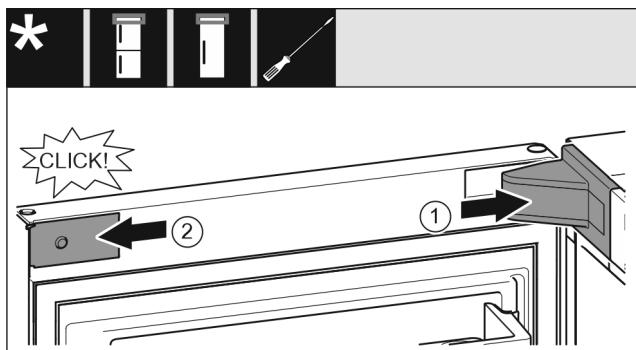

Fig. 21
- Встановіть та зафіксуйте кришку опорного кронштейна, у разі необхідності – обережно розтисніть. Fig. 21 (1)
- Встановіть збоку і зафіксуйте накладку. Fig. 21 (2)